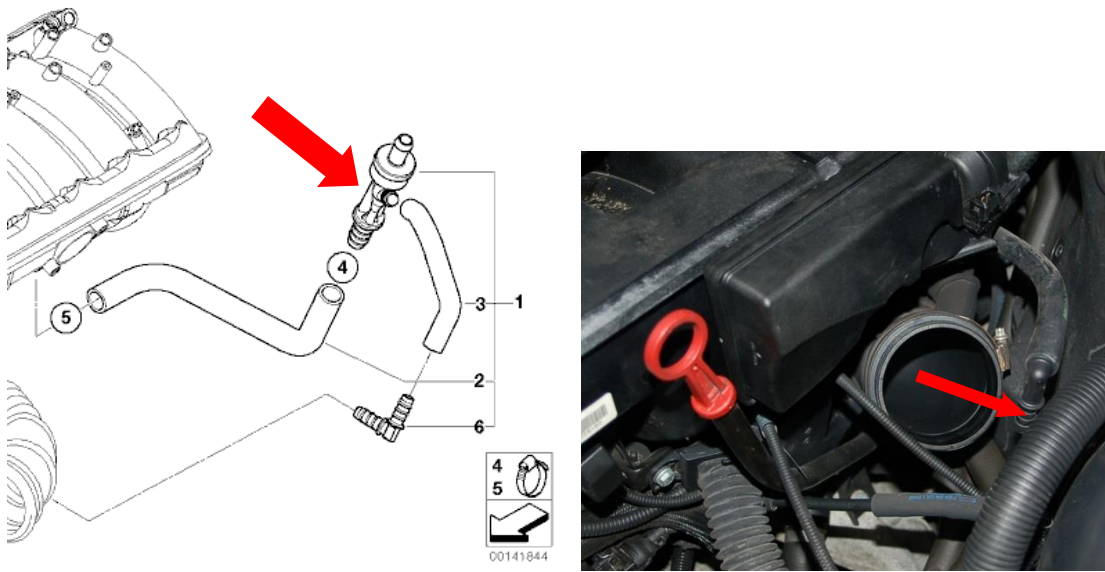

Abbildung 26
13. Montage des Ölzulaufs zum Kompressor. Dabei auf **richtigen Sitz** der Dichtringe und auf Sauberkeit achten. Anzugsmoment der Hohlsschraube: 14Nm (Abb. 26).